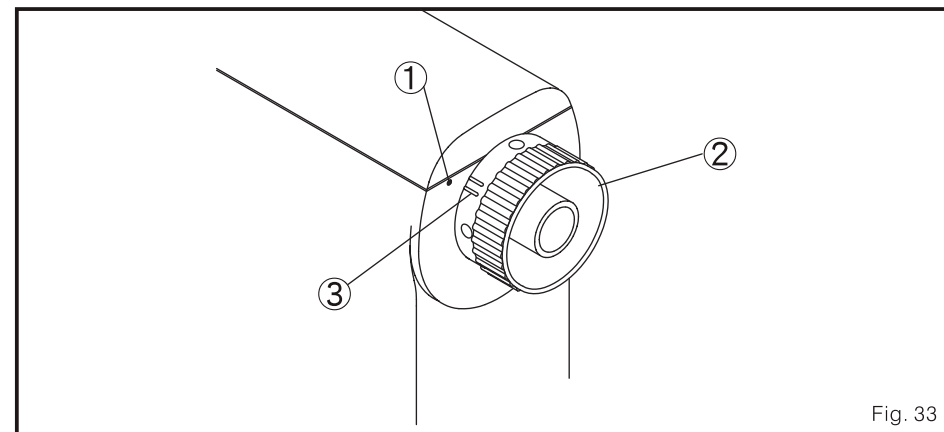

Fig. 33
1. A marca 1 deve unir com a pequena marca 3 na porca de mão 2, isto quando a barra da agulha fique no ponto morto superior. Ajuste o controle da leva da orla decorativa para fazer que a cavilha 3 e o eixo 4 central estão às 90° dirigir o eixo 5. Depois, instale a leva 6 na faixa 7. (Fig. 33, Fig. 34)